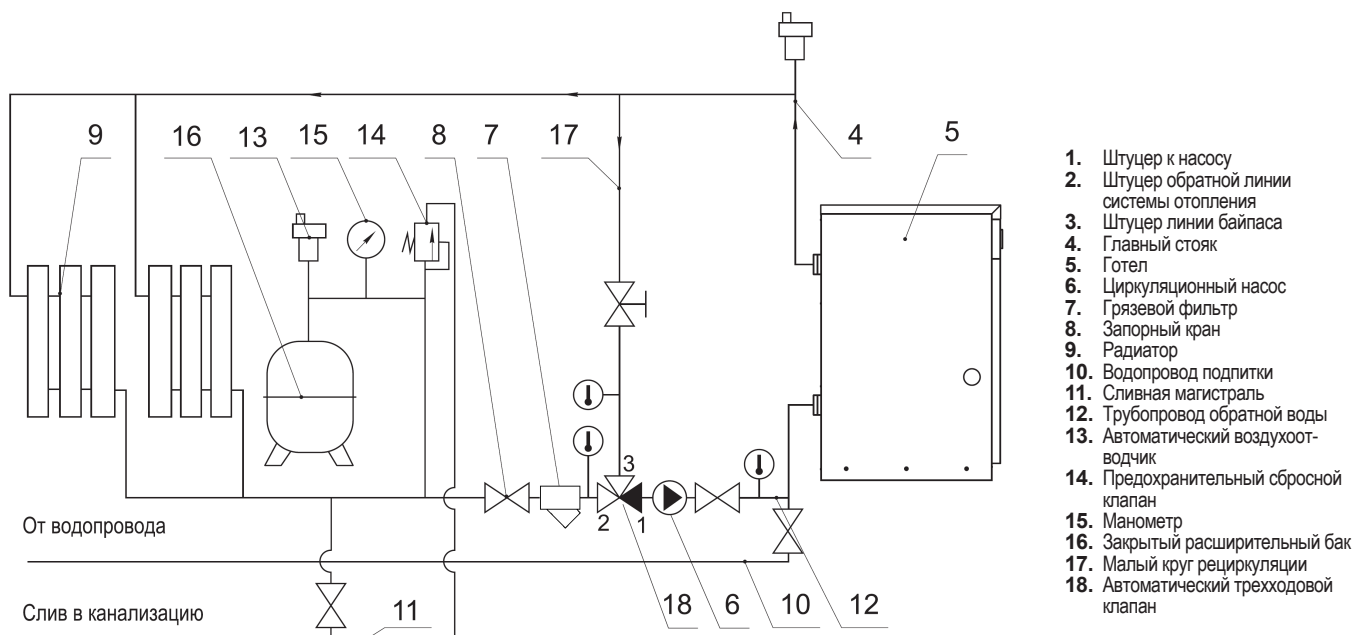

рис. 9 – Рекомендуемая гидравлическая схема закрытой системы отопления с циркуляционным насосом
- 5.9 При использовании закрытой системы отопления (см. рис. 9) необходимо предусмотреть установку предохранительного сбросного клапана на давление не более 3 кгс/см² и манометр для контроля давления теплоносителя.